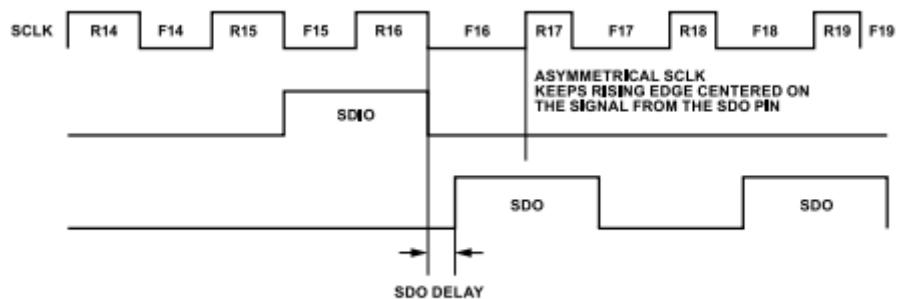
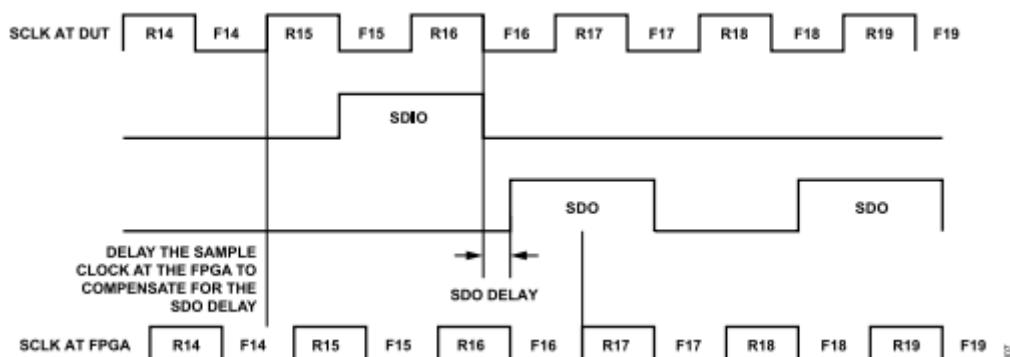

図 84. 非対称クロック・パルスの使用
図 85. 遅延SCLKの使用
61.44MHzの場合は、SCLKの立上がりエッジがSDOビットの立下がりエッジと近接し、読み出し動作が正常に行われない可能性があります。SCLKを30.72GHzより高い周波数で動作させる場合は、次の2つの回避策を推奨します。1つは、SCLK17～SCLK26に非対称のSCLKを用いることです（ローの時間を長くする）。このセットアップにより、SCLKの立上がりエッジをSDOビットに揃えることができます。図84を参照してください。もう1つの回避策は、遅延させたSCLKをフィールド・プログラマブル・ゲート・アレイ（FPGA）で用いて、SCLKの立上がりエッジをSDOビットに揃えることです。図85を参照してください。